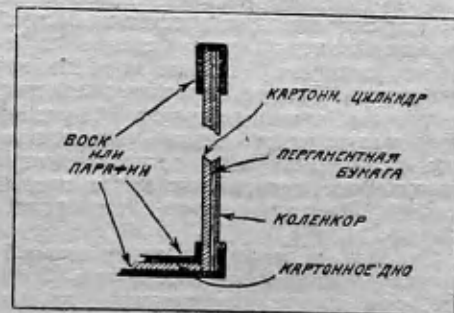

Рис. 3. Пористый сосуд первого типа
4) Пористые сосуды для первого типа изображены на рис. 3. Для изготовления их употребляется пергаментная бумага (за неимением ее — несколько слоев газетной бумаги), а не так называемая «восковка». По изготовлении сосуд должен быть пористым, но никоим образом не протекать. Таких сосудов (кстати сказать, очень хорошо работающих) надо сделать по два на каждый элемент.